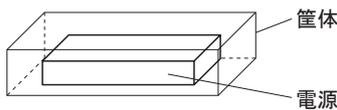

図3.2 電源取り付け例
■図3.2のように、電源が密閉空間で使用された場合、冷却が十分できない可能性がありますので、項番3.2のポイントAの温度をご確認の上ご使用ください。